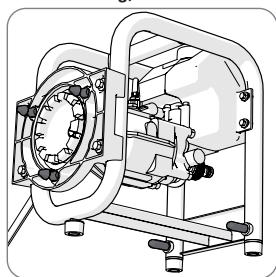

Fig. 11
- Gardez les 3 broches de fixation et les 2 broches de stabilisation propres, et une très légère couche d'huile à base de silicone peut être vaporisée de temps en temps. **(Fig. 11)**